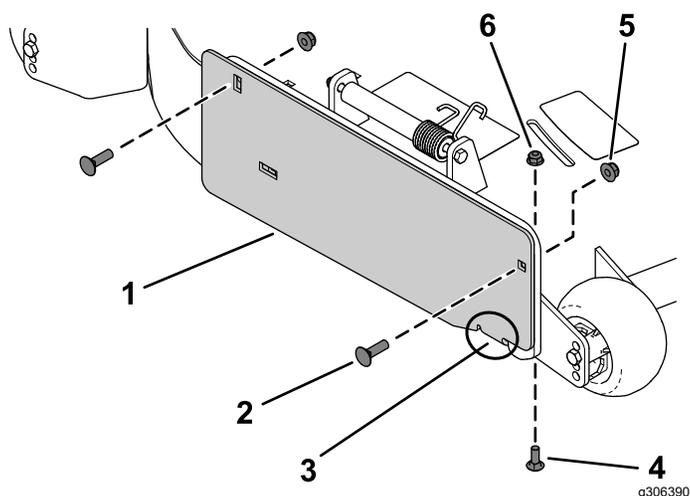

図3
1. 取り付けブラケットの外側に、排出カバープレートを取り付けるキャリッジボルト3/8 x 1-1/4 インチ2本、ロックナット3/8 インチ2個を使用して図3のように取り付ける。
2. モアデッキの内側にタブを取り付けるキャリッジボルト5/16 x 7/8 インチ1本とフランジナット5/16 インチ1個を使って図3のように取り付ける。